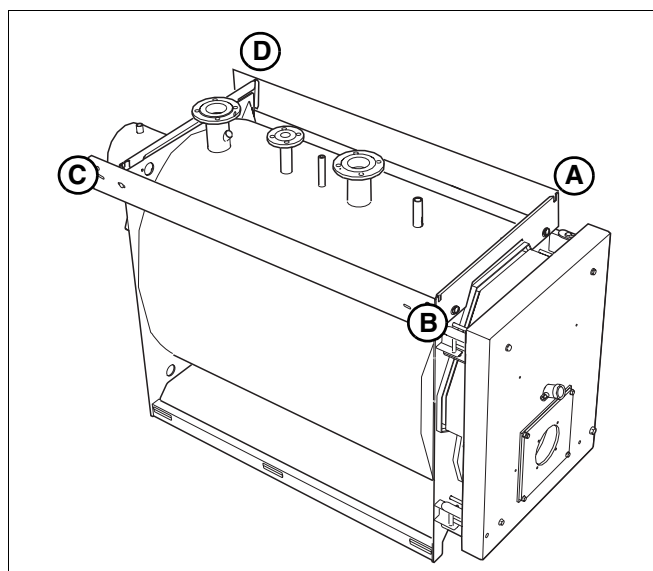

Рис. 15 Выравнивание левой и правой траверс относительно друг друга
- Выровнять диагонали между левой и правой траверсами от А до С и от В до D (рис. 15). Если требуется, то сдвинуть траверсу и закрепить винтами в овальных отверстиях.